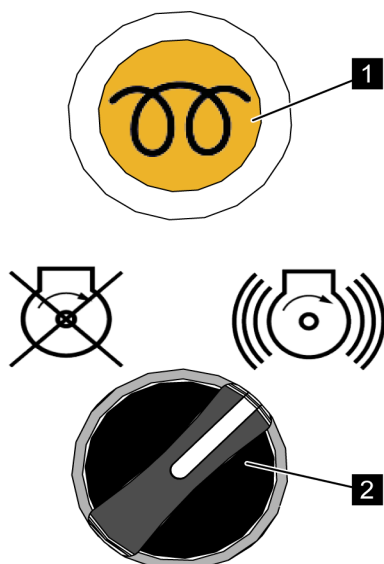

Fig. 49: Mise en marche
1. → Appuyer sur le bouton (Voir la Fig. 49/1) jusqu'à ce qu'il s'éteigne.
2. → Démarrer le moteur diesel, en tournant et en tenant l'interrupteur à manette (Voir la Fig. 49/2) , et le relâcher dès que le moteur diesel a démarré.